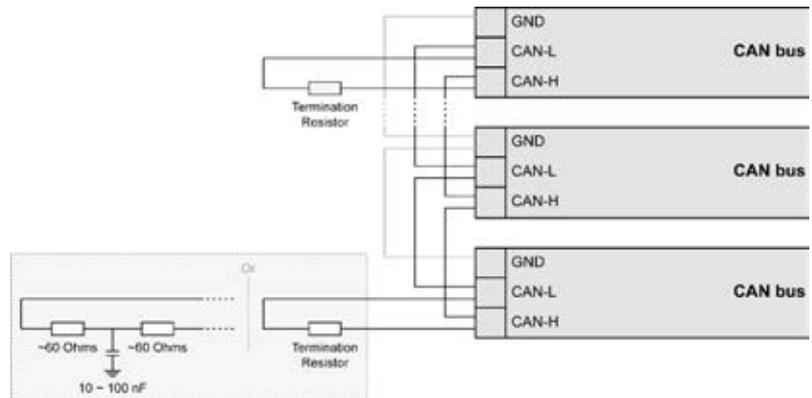

Abb. 48: CAN-Bus - Abschlusswiderstand
Der Abschlusswiderstand wird zwischen CAN-H und CAN-L angebracht (Abb. 48).
- Teilen Sie den Abschlusswiderstand in 2 x 60 Ohm. Die Mittelanzapfung muss über einen Kondensator von 10 bis 100 nF mit der Erde verbunden werden (Abb. 48).